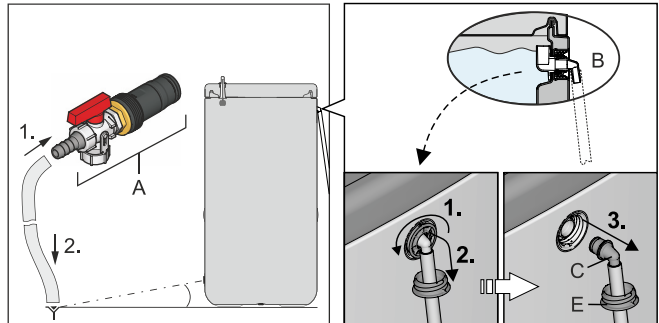
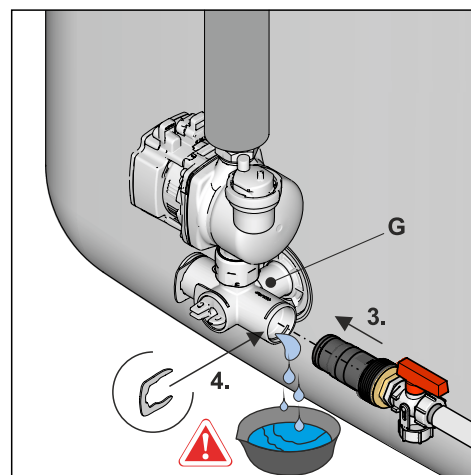

Fig. 69-1 Montar a mangueira de drenagem; opcional: desmontar o elemento de ligação da descarga de segurança
Fig. 69-6 Montar a ligação de enchimento KFE na peça angular de ligação
- 2 Ligar a mangueira de descarga à **ligação de enchimento KFE (acessórios KFE BA)** (Fig. 69-1, pos. A) e encaminhar para um ponto de descarga pelo menos à profundidade do solo.
Se não estiver disponível nenhuma **ligação de enchimento KFE**, é possível, alternativamente, desmontar o elemento de ligação (Fig. 69-1, pos. C) da descarga de segurança (pos. B) e utilizá-lo.
Tab. 69-1 Legenda para Fig. 69-1 a Fig. 69-6
- 1 Ajustar o encaixe de válvula no ângulo de ligação de modo que o caminho para o tampão cego fique bloqueado (Fig. 69-6).
- 2 Colocar uma tina de recolha adequada por baixo e remover o tampão cego do ângulo de ligação (Fig. 69-6).
- 3 Encaixar a **ligação de enchimento KFE** no ângulo de ligação e fixar com a mola de retenção (Fig. 69-6).